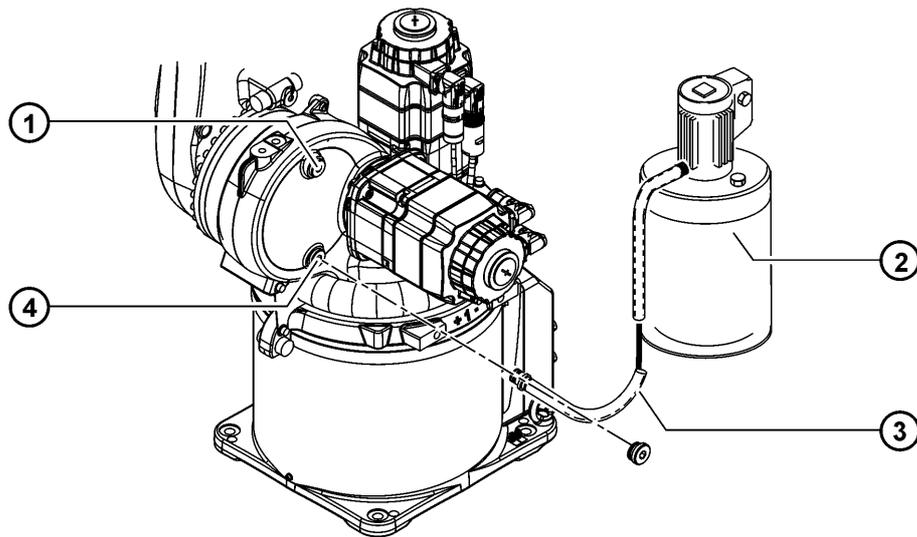

Fig. 9-5: Remplir d'huile pour réducteur A2
1. Raccorder la pompe à huile au flexible de vidange d'huile (>>> Fig. 9-5).